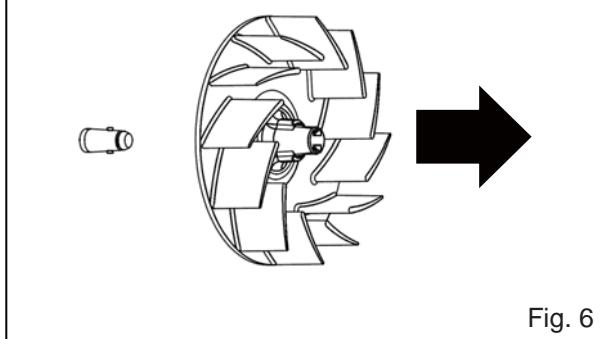

Fig. 6
7. Estrarre la ventola (Fig. 6).